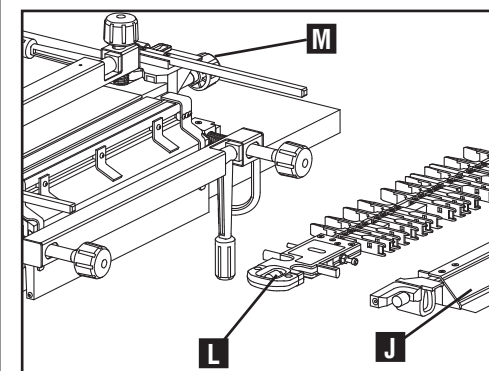
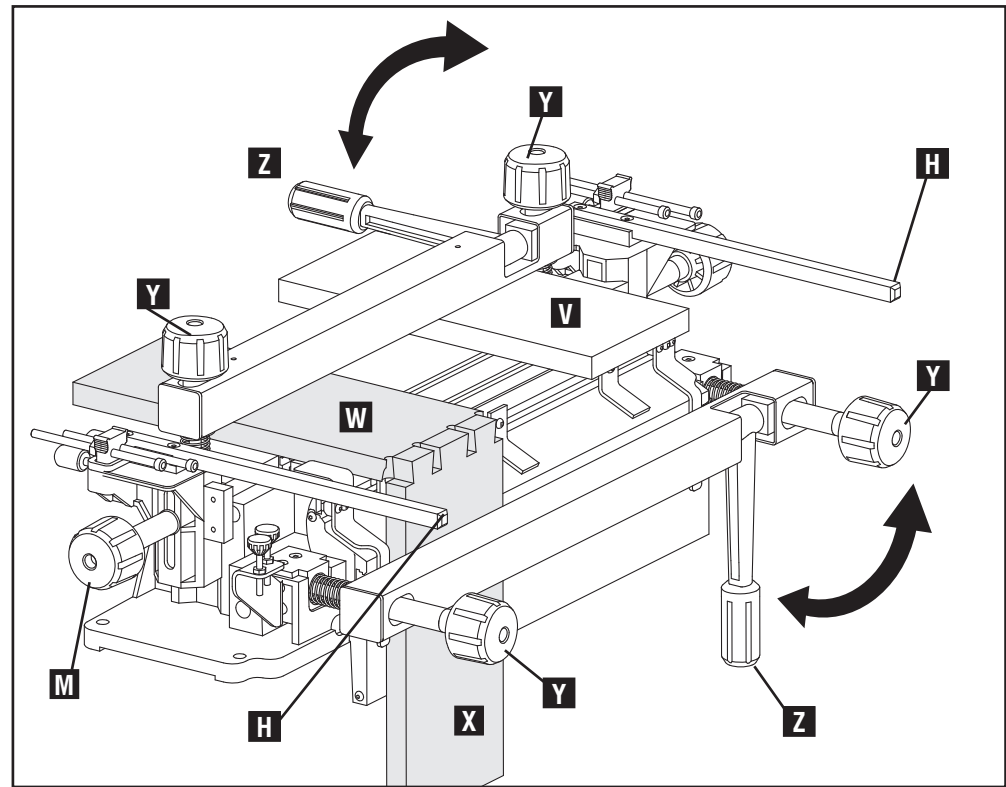

Fig. C12
Fig. C13
Para las piezas de trabajo montadas horizontalmente (W), incluya siempre una pieza de descarte (V) Fig. C13 del mismo espesor en el lado opuesto, para garantizar el aplanado de la plantilla y brindar estabilidad.
NOTA: Antes de montar la madera, debe extraer la barra del estabilizador (J) Fig. C12. Además, eleve y bloquee las barras de montaje (H) Fig. C13 sobre la horma al ubicar la pieza de trabajo. Recuerde aflojar los tornillos estriados de ajuste manual de la plantilla (L) Fig. C12 antes de aflojar las perillas de bloqueo de la varilla de montaje de la plantilla (M) Fig. C13 a medida que eleva la plantilla.
Las piezas de trabajo pueden montarse en posición horizontal (W) Fig. C13 o vertical (X) en el momento del corte, según la junta que desea. La madera montada horizontal y verticalmente se ajusta de la misma manera:
1. Afloje las perillas de bloqueo de la barra de la pieza de trabajo (Y) Fig. C13 y tire de la palanca de bloqueo de la pieza de trabajo (Z) hacia adelante para la pieza horizontal, o hacia arriba para la pieza vertical.
3. Ajuste las perillas de bloqueo de la barra de la pieza de trabajo (Y) hasta que la barra prácticamente toque la pieza de trabajo.
4. Sujete la barra de bloqueo de la pieza de trabajo hacia abajo y asegure la madera al empujar la palanca (Z) Fig. C13 hacia la parte trasera de la horma para la pieza de trabajo horizontal, o al empujar hacia abajo para la pieza de trabajo vertical.